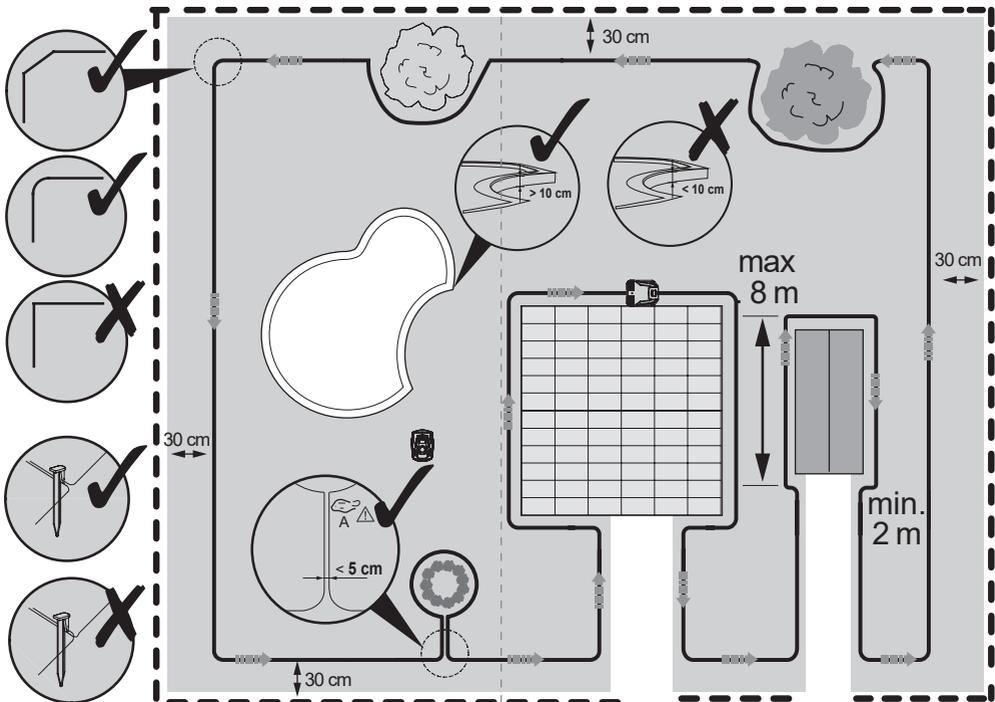

Fig. 2
- Tenir compte de la taille et de la forme de la pelouse, en veillant à exclure de la zone de tonte les bassins, les arbres, les parterres de fleurs, le mobilier de jardin ou tout autre obstacle (Fig. 2).